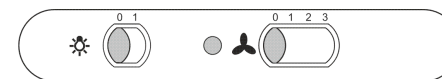

рис. 8
7.2 Управление вытяжкой производится ползунковым переключателем (рис. 8).